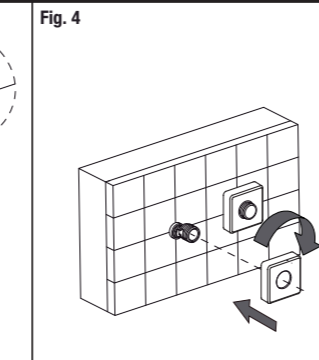

Fig. 4
- 3) Deslizar y roscar los florones, hasta tocar la pared (Fig. 4).
- 3) Introduce and thread the cover plates to the S-unions (Fig. 4).